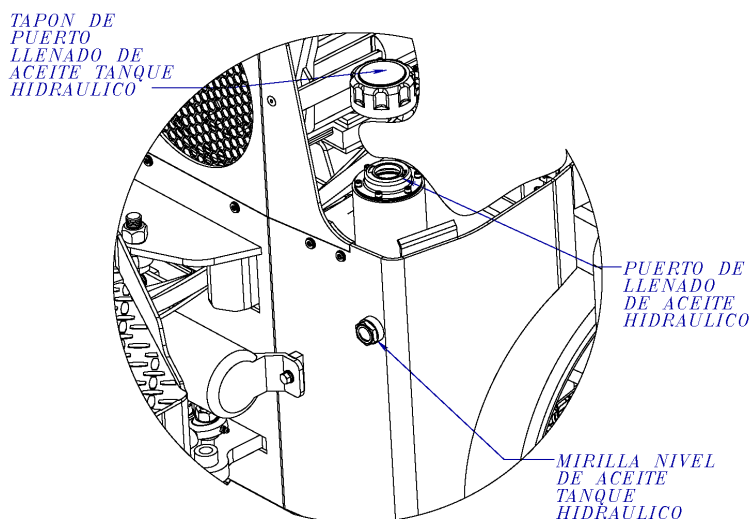

Figura 14. Puerto de llenado de la Reserva de Aceite Hidráulico
3. Si el nivel del aceite hidráulico es bajo, remueva el tapón de depósito del tanque hidráulico (Figura 14) y llene con **aceite hidráulico anti-desgaste tipo ISO46** hasta el nivel de operación recomendado.